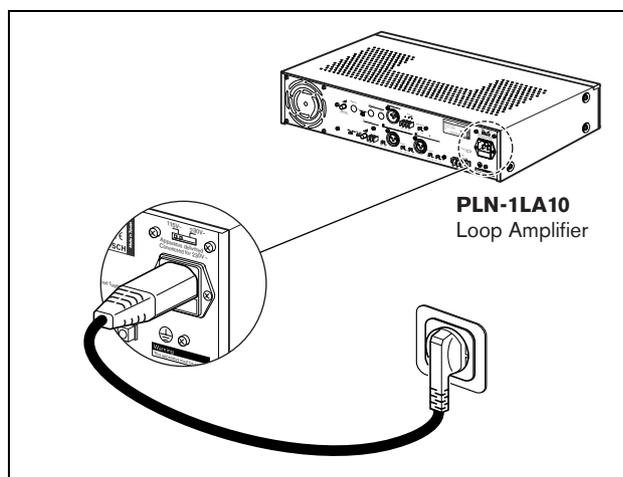

figure 4.7: Alimention, connexion
- 3 Connectez un câble d'alimentation aux normes locales de l'amplificateur à la prise secteur (voir figure 4.7).